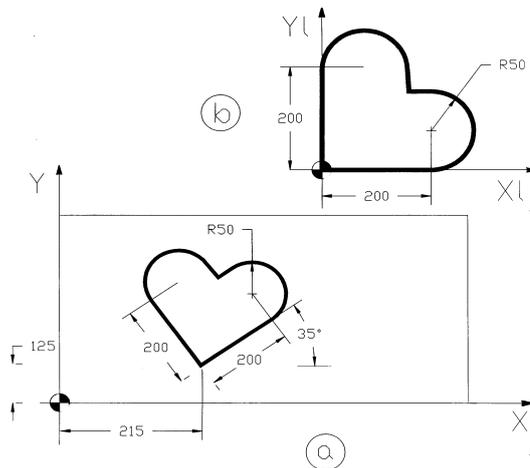

Fig.15-11
- N040-N170** Programma di contornatura, le coordinate programmate lo sono rispetto agli assi locali **XI ed YI** ed allineate rispetto a tali assi. La lavorazione realizzata è invece quella mostrata in **Fig. 15-11 (a)** ruotata e traslata per effetto della matrice di trasformazione **ROTRAS** abilitata.